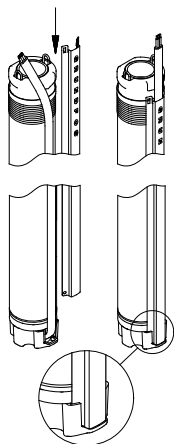

Рис. 17 Установка защитной планки кабеля
2. Установите защитную планку в желобок штекера. Две лапки защитной планки кабеля должны войти в зацепление с верхней кромкой гильзы насоса. См. рис. 17.